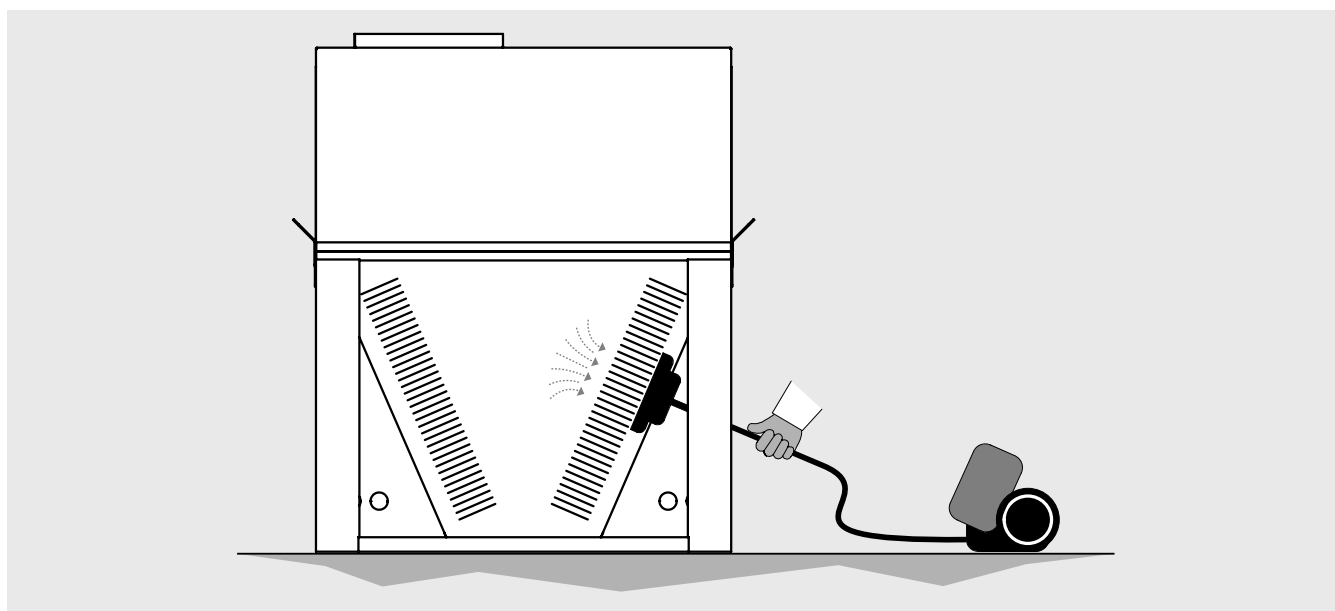

Abbildung 8
- 11.10 Reinigen Sie das Lamellenpaket und die Lüfteroberflächen mindestens einmal alle sechs Monate. Saugen Sie gegebenenfalls von der Lufteinlassseite an (siehe "Abbildung 8").